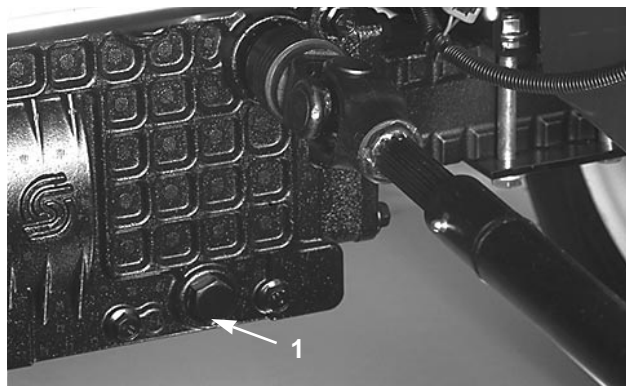

Fig. 26
SKIFT AF OLIE OG UDSKIFTNING AF FILTER I HYDRAULIKSYSTEM (Fig. 26–27)
3. Fjern aftapningsproppen fra akselhuset og lad olien løbe ned i aftapningsbeholderen (Fig. 26).
6. Monter aftapningsproppen i akselhuset (Fig. 26).